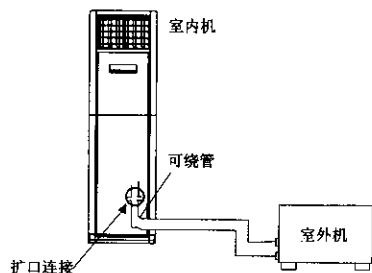

图15
1. 本机的室内室外侧都是采用扩口连接。连接管如下图所示, 用于连接室内和室外侧。(如图15)